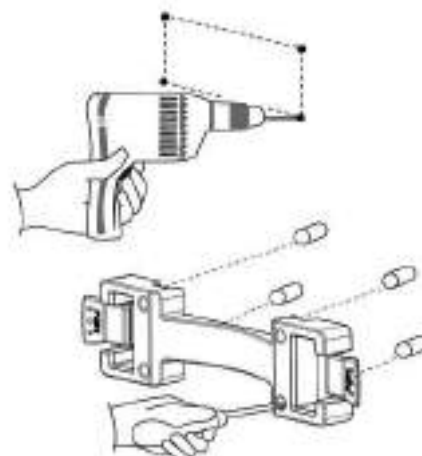

Figura 9
3. Fissare alla parete, coi tasselli da muro in dotazione, la Staffa di aggancio nella posizione segnata (Figura 9), utilizzando i cilindretti di appoggio fra staffa e muro (non necessari per installazione nel box). Per installazione su pareti in cartongesso dotarsi di appositi tasselli